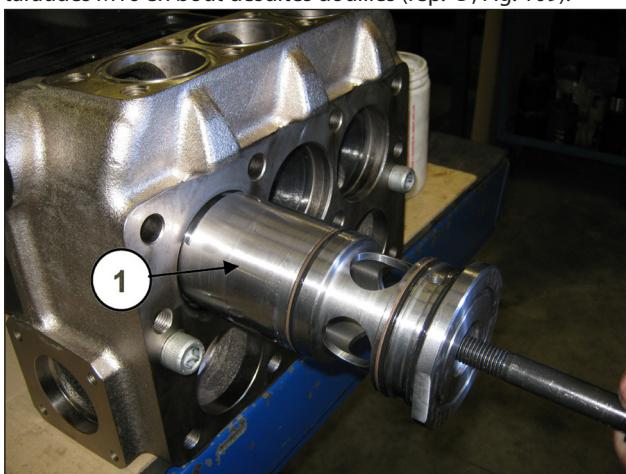

Fig. 109
Extraire de la culasse les douilles à joints d'étanchéité à l'aide d'un extracteur à inertie (rép. 27929400) à appliquer aux trous taraudés M16 en bout desdites douilles (rep. ①, Fig. 109).